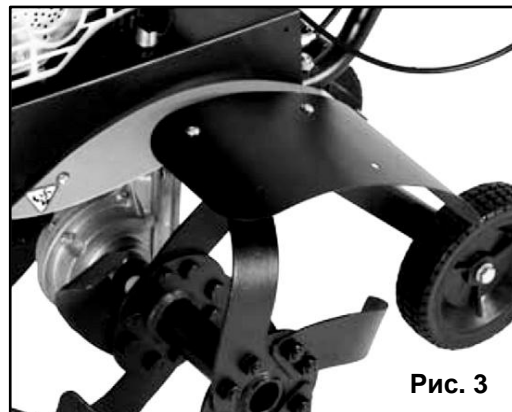

Рис. 3
- Для защиты оператора культиватора от фрезы, а так же вылетающих из под культиватора комков грунта, на раму культиватора необходимо установить защитные крылья (См. Рис.3).